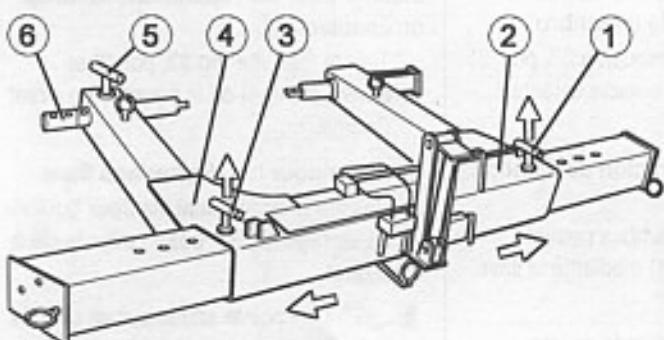

Bild 30 / Fig. 30
- ⇒ Remove the locking pin of the right arm (fig.30, pos.1)
- ⇒ Completely open the right arm (fig.30, pos.2) by means of the hydraulic lever "Main frame OPEN/CLOSED".
- ⇒ Remove the locking pin of the left arm (fig.30, pos.3)
- ⇒ Completely open the left arm (fig.30, pos.4) by means of the hydraulic lever "Main frame OPEN/CLOSED".
- ⇒ Remove the locking pin of the heating plate shaft (fig.30, pos.5) and shift the heating plate shaft (fig.30, pos.6) back.
- ⇒ Enlever la broche de fixation de l'élément droit du bâti (fig.30, pos.1).
- ⇒ Ouvrir complètement l'élément droit du bâti (fig.30, pos.2) en actionnant la manette "Bâti supérieur: Fermer/Ouvrir" située sur l'unité de pression hydraulique.
- ⇒ Enlever la broche de fixation de l'élément gauche du bâti (fig.30, pos.3).
- ⇒ Ouvrir complètement l'élément gauche du bâti (fig.30, pos.4) en actionnant la manette "Bâti supérieur: Fermer/Ouvrir" située sur l'unité de pression hydraulique.
- ⇒ Enlever la broche de fixation du support plaque chauffante (fig. 30, pos.5) et pousser le support plaque chauffante (fig.30, pos.6) en arrière.
- ⇒ Sicherungsbolzen des rechten Rahmenteils (Bild 30, Pos. 1) entfernen.
- ⇒ Rechtes Rahmenteil (Bild 30, Pos. 2) mit Schwenkhebel Hydraulik "Oberer Geräterahmen auf/zu" ganz öffnen.
- ⇒ Sicherungsbolzen des linken Rahmenteils (Bild 30, Pos. 3) entfernen.
- ⇒ Linkes Rahmenteil (Bild 30, Pos. 4) mit Schwenkhebel Hydraulik "Oberer Geräterahmen auf/zu" ganz öffnen.
- ⇒ Sicherungsbolzen des Heizplattenhalters (Bild 30, Pos. 5) herausziehen und Heizplattenhalter (Bild 30, Pos. 6) nach hinten schieben.